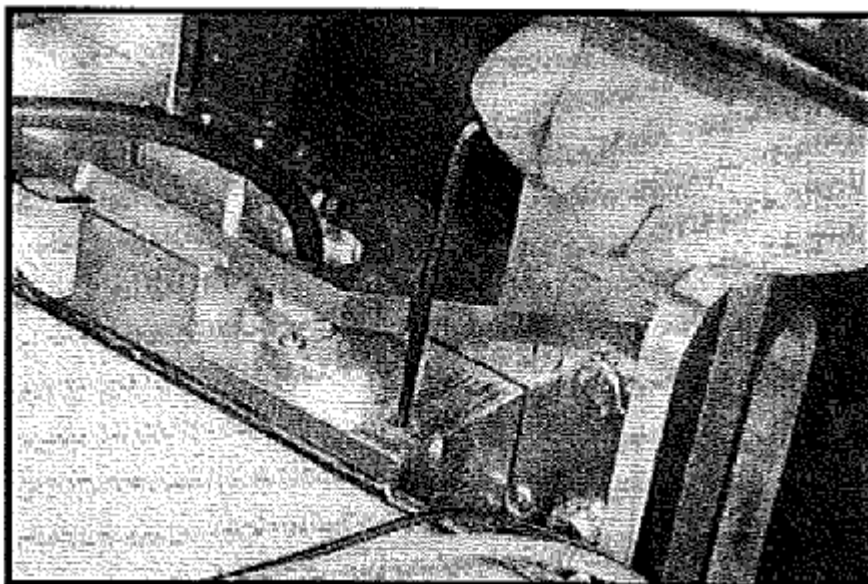

Рис. 24
1. Включите гидроподъемник и дождитесь, когда стержень актуатора вытянется на всю длину, или гидроподъемник полностью не окажется в поднятом положении. В случае если уровень жидкости низкий и стержень не вытягивается, снимите 1/8" стальную пробку заливной горловины при помощи 3/16" шестигранного ключа (Рис. 24) и добавьте жидкости до тех пор, пока стержень полностью не вытянется, или гидроподъемник не окажется в полностью поднятом положении.